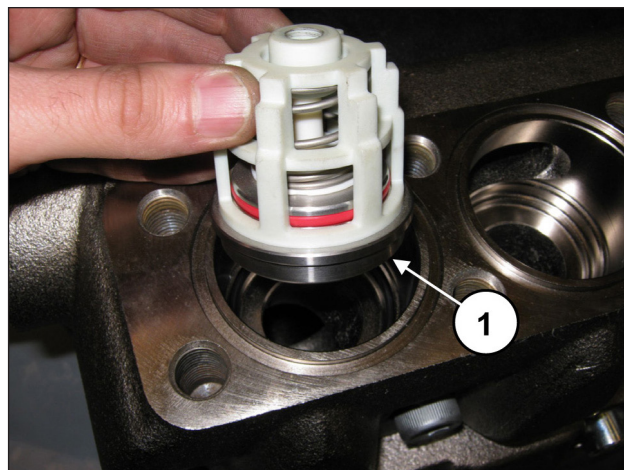

Fig. 156
Insérer le groupe soupape de refoulement (rep. ①, Fig. 156).